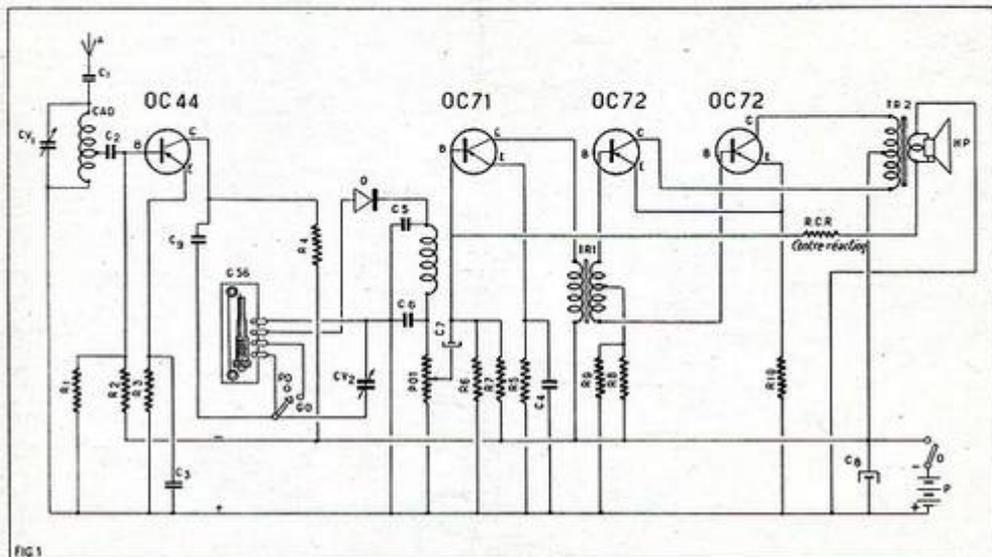

FIG. 1
« L'astuce », consiste à connecter la partie du bobinage du bloc G 52 ayant la plus grande impédance, au collecteur du transistor haute fréquence OC 44, et la partie du bobinage de ce bloc ayant la moins grande impédance, à l'anode de la diode détectrice. Ceci afin d'adapter le mieux possible le bloc d'accord G 52 à sa nouvelle fonction. (Les figures 1 et 2 vous indiquent comment effectuer les connexions qui sont complètement différentes de celles figurant sur le schéma accompagnant le bloc).
ce récepteur est terminé. Le noyau plongeur de ce bloc servira pour le réglage de mise au point de la HF (à effectuer une fois pour toutes, l'accord se faisant par la suite, à l'aide du condensateur variable CV2 couplé avec le condensateur CV1) (fig. 1).
Construction du récepteur (fig. 1).
Ce récepteur fonctionne sur deux gammes d'ondes (PO et GO). Comme collecteur d'ondes, il utilise soit un cadre ferroxyde pour la réception des émetteurs régionaux avec le maximum de sélectivité possible (sans que cela soit au détriment de la musicalité, nous attirons tout particulièrement votre attention là-dessus), soit une petite antenne de 4 à 5 m au maximum et une prise de terre (pour la réception des émetteurs éloignés ou d'assez faible puissance). Comme indiqué figure 1, il faut prévoir sur ce cadre une prise de terre (connectée au + de la pile), et une prise d'antenne, dans laquelle on intercale en série un condensateur fixe au mica de 150 pF (C1). Ce cadre CAD (qui sert en même temps de bobinage d'accord du circuit d'entrée, lorsque le récepteur est utilisé avec une antenne et une prise de terre), est accordé par un condensateur variable de 490 pF (CV1), couplé avec le condensateur variable de 490 pF également (CV2) utilisé pour l'accord du transfo HF (G 56). Ce couplage des deux condensateurs variable permet de réaliser une commande unique. En PO le commutateur de gammes d'ondes (S) court-circuite le bobinage GO et de ce fait élimine son action. Sur la position GO les deux bobinages du bloc sont uti-
mica de 100 pF (C3). Cette même connexion est reliée électriquement aux lames mobiles du condensateur variable CV2. Le collecteur de l'OC 44 est également connecté au pôle négatif (-) de la pile en intercalant en série dans cette connexion une résistance de 4.700 Ω (R4). La connexion allant du bloc G 56 à la diode D, est directement connectée à l'anode d'un OA 50 ou OA 79, ou autre du même genre. Les courants basse fréquence détectés par la cathode de la diode D sont collectés par un potentiomètre de 50.000 Ω (pot). Pour éliminer d'une façon absolue toutes résiduelles de courant haute fréquence qui pourraient subsister après la détection — ce qui aurait pour résultat pratique de provoquer des accrochages haute fréquence intempestifs — il est intercalé en série dans cette connexion, une self de choc haute fréquence à très faible capacité répartie (CFH de la figure 1) et encadrée d'un condensateur fixe céramique de 22.000 pF (C5), et d'un condensateur fixe céramique de 10.000 pF (C6).